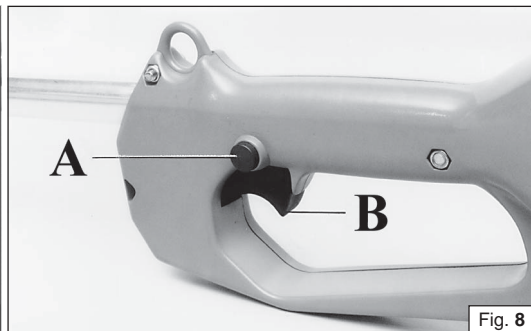

Fig. 8
- 19 - De motor niet starten zonder dat de dwarsarm gemonteerd is (Fig. 8).